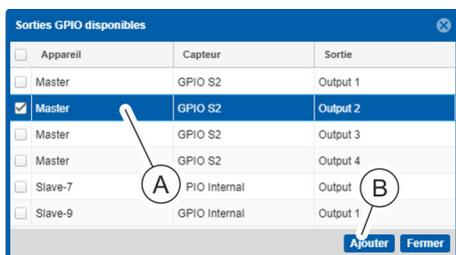

Fig. 125 : Fenêtre « Sorties GPIO disponibles »
9. ➔ Sélectionner la sortie souhaitée sur le module GPIO (Fig. 125 /A) et appuyer sur le bouton « *Ajouter* » (Fig. 125 /B) pour enregistrer la sélection.